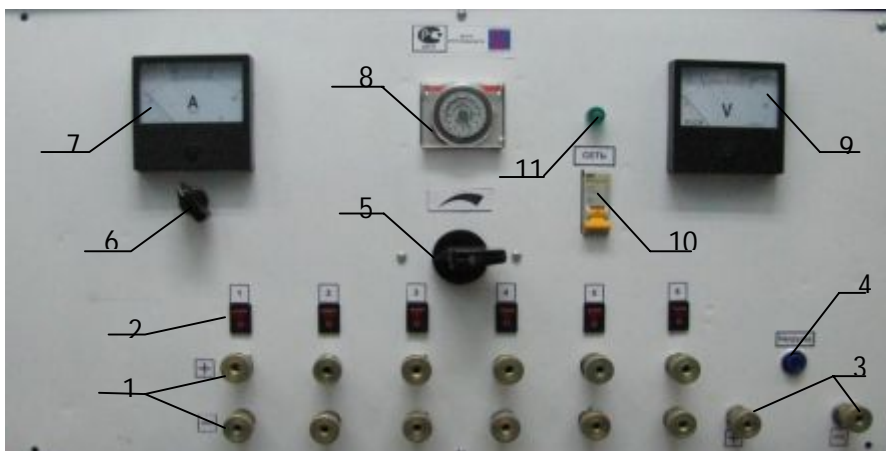

Рис.1 Внешний вид
4.2 На передней панели расположены (см. рис. 1): клеммы 1 для подключения заряжаемых батарей (X1-X6), выключатели каналов 2, клемма 3 для подключения батареи при проверке ее технического состояния, регулятор выходного напряжения 5, переключатель амперметра 6, амперметр 7, таймер аналоговый 8, вольтметр 9, кнопка включения нагрузочного резистора 4, индикатор включения сети 11, выключатель сети 10, вольтметр 9 используемый при проверке технического состояния батарей.